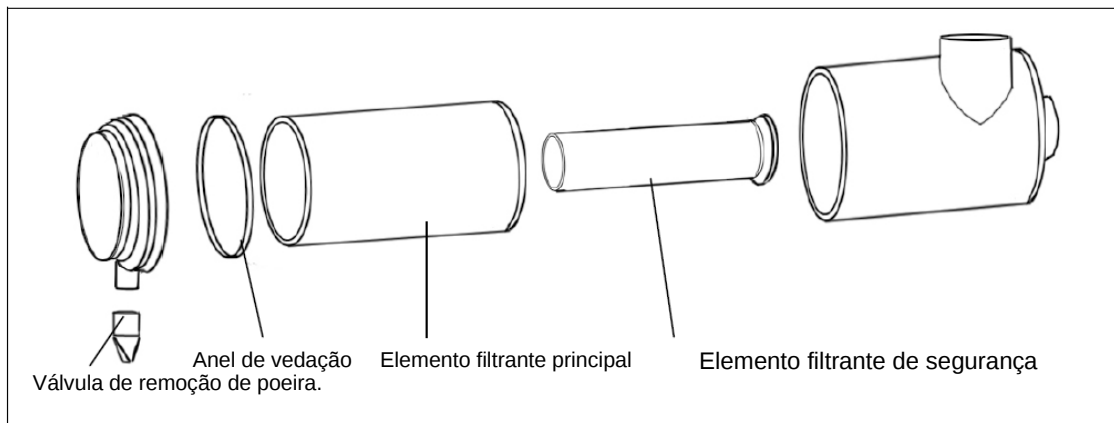

Figura 5-4 Filtro de ar com vedação radial
- b) Para filtro de ar utilizando vedação radial entre o elemento filtrante e a carcaça, efetue manutenção do elemento filtrante, como mostrado na Figura 5-4: